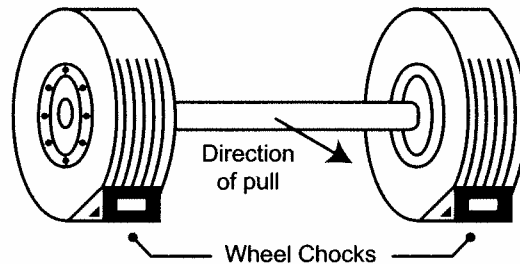
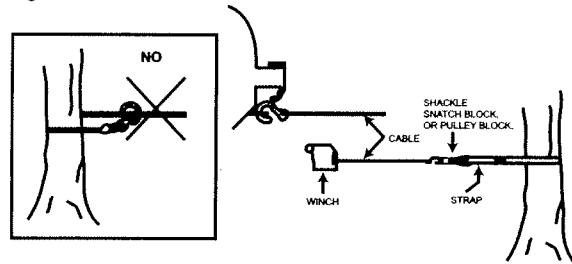

Figure 7
Figure 8
Ce modèle est équipé d'une moufle à poulie et d'un crochet. Cela permet de doubler la capacité du treuil. Il est important d'assembler correctement (voir fig. 8)
1. Schalten Sie das Auto in neutralen Gang (niemals hochwinden, wenn das automatische Getriebe Ihres Autos zum Parken geschaltet ist, da dadurch das Getriebe beschädigt werden kann) mit der Notbremse eingeschaltet. Blockieren Sie die Räder mit Steinen oder Bremsklötzen; siehe Abbildung 7.
2. Zum Ausziehen des Kabels drehen Sie den Kupplungsknauf und die Flügelschrauben auf dem Drahtanordner (wie in Abbildung A) in Gegenurzeigerichtung und ziehen Sie danach die benötigte Länge des Kabels aus. Lassen Sie jedoch stets mindestens drei (3) Umwicklungen um die Trommel, um ein Ausziehen des Kabels zu vermeiden, wenn die Trommel betrieben wird.
3. Haken Sie den zu ziehenden Gegenstand wie abgebildet an. Wickeln Sie das Kabel nicht um die Last und haken Sie es nicht daran. Verwenden Sie stets einen Riemen, um sicherzustellen, daß das Kabel nicht ausgefranst oder geknickt wird (siehe Abbildung 8).
1. Put your car in neutral (never winch with your vehicle's automatic transmission in PARK, this could damage your transmission) with your Emergency Brake on. Block the wheels with rocks or wheel chock as shown in figure 7.
2. To pull out the cable, turn the clutch knob and the wing screws on the wire arranger (as figure A) counter clockwise then pull out the amount of cable you need. Always leave at least three (3) turns of cable on the drum. This will prevent the cable from pulling out of the drum under load.
3. Hook the object to be pulled as shown. Do not wrap the cable around load and hook to it. Always use a strap to insure the cable does not fray or kink. (see figure 8)